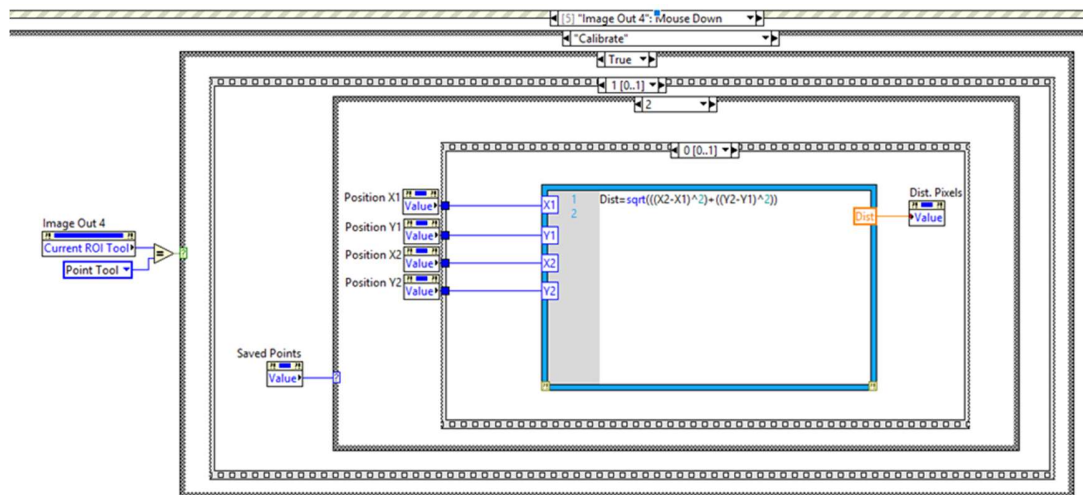

Figura 17. Fórmula para calcular distancia
Teniendo los valores de “X1”, “Y1”, “X2”, “Y2” se calcula la distancia en pixeles entre estos dos puntos utilizando la fórmula para el cálculo de la distancia $(AB)^2 = (AC)^2 + (BC)^2$ haciendo uso del MathScript Node de LabView, mostrado en la figura 17.